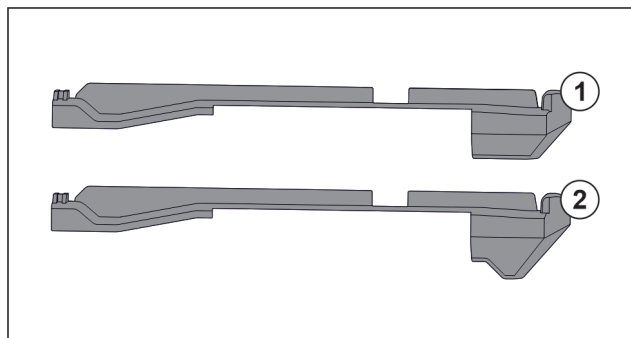

Fig. 29 Сравнение вставных частей
В устройстве находятся две разные вставные части. Вставная часть над самым нижним выдвижным ящиком Fig. 29 (2) имеет треугольную кромку. Все прочие вставные части Fig. 29 (1) имеют прямую кромку.
- ▶ Установите вставную часть Fig. 29 (2) с треугольной кромкой над самым нижним выдвижным ящиком.
- ▶ Установите вставную часть Fig. 29 (1) с прямой кромкой на все прочие места.